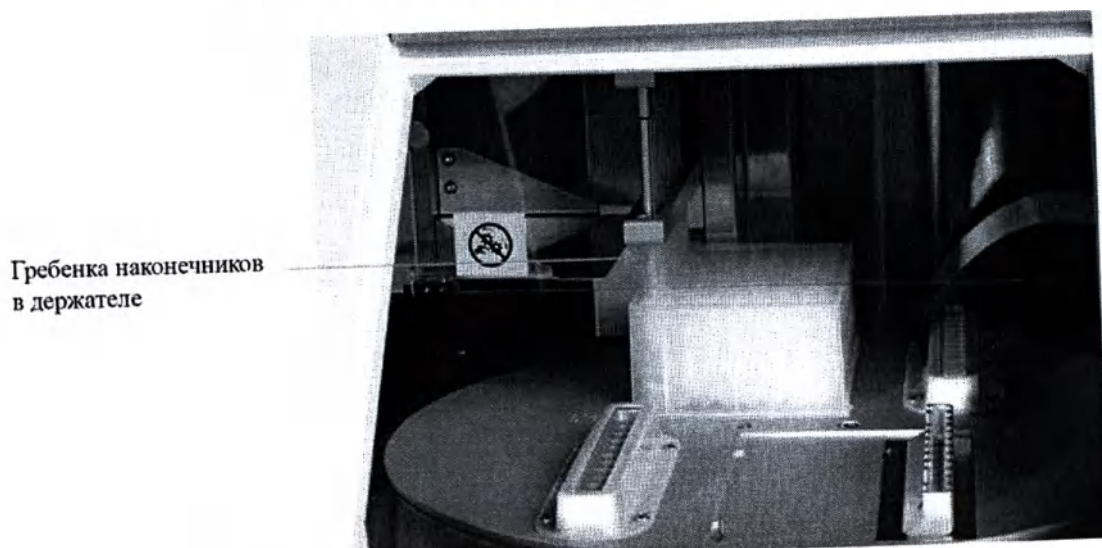

Рисунок 4-32. Гребенка наконечников в держателе
4. Гребенка наконечников, установленная в планшете, автоматически фиксируется в держателе (Рисунок 4-32).